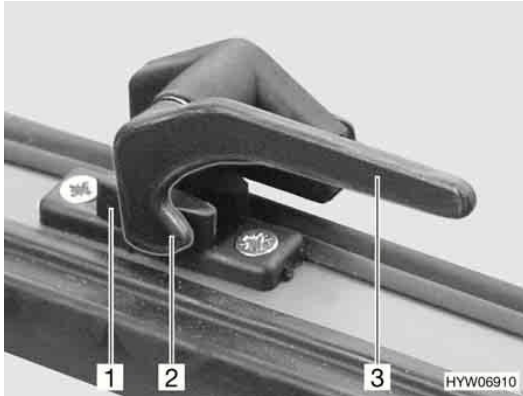

Fig. 10 Levier de verrouillage en position « Fermé »
- En position « Fermé » (Fig. 10)